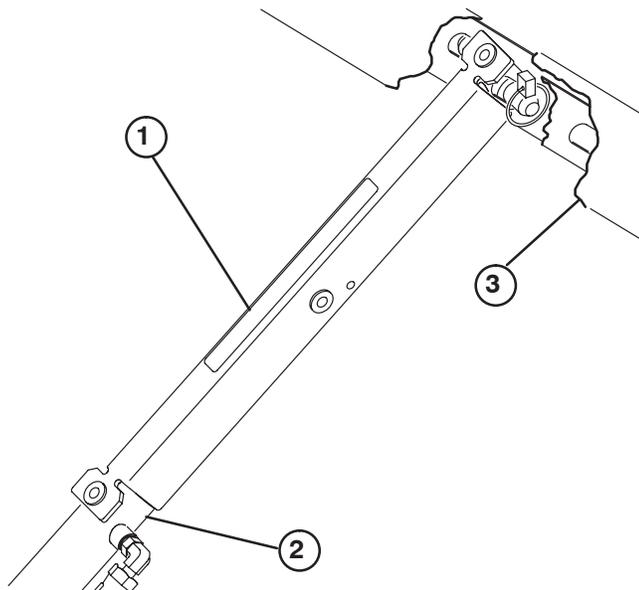

Bild 39
3. Schieben Sie die Ladepritschenstütze auf die Zylinderstange. Achten Sie darauf, dass die Stützenendlaschen auf dem Ende der Zylindertrommel und auf dem Ende der Zylinderstange aufliegen (Bild 39).